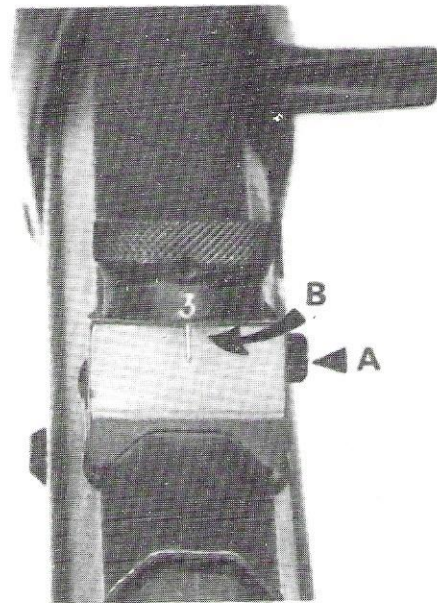

Figure 15 :
- pour l'oeillette par l'indexation de la hausse choisie par rapport au trait médian du support de hausse (fig 15 repère B),